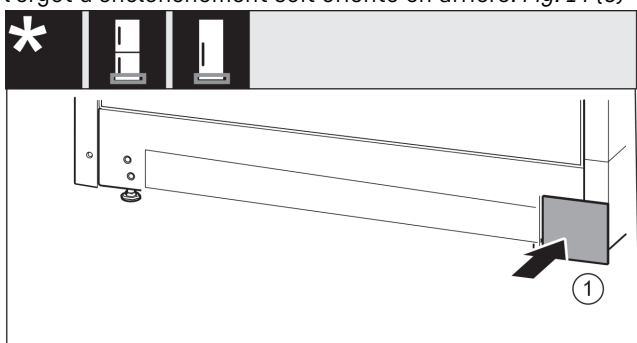

Fig. 15
- ▶ Remettre en place le cache de l'autre côté. Fig. 15 (1)